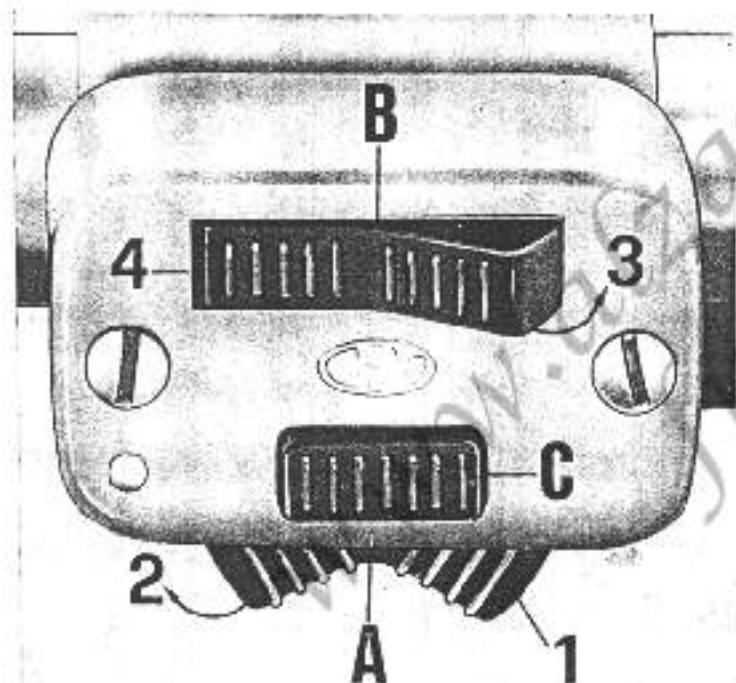

Fig. 9
- Posizione (I) «INTERMEDIA» (chiave girata in senso orario) tra la posizione « 0 » e la posizione « 2 »; chiave estraibile. Questa è la posizione che consente di estrarre la chiave senza che si blocchi lo sterzo.
- Posizione « 2 »: macchina pronta per l'avviamento o macchina in marcia (chiave girata in senso orario), tutti i comandi sono inseriti. Per la marcia diurna non occorre nessuna altra manovra; per la marcia notturna azionare la leva dell'interruttore comando luci (vedere fig. 9).